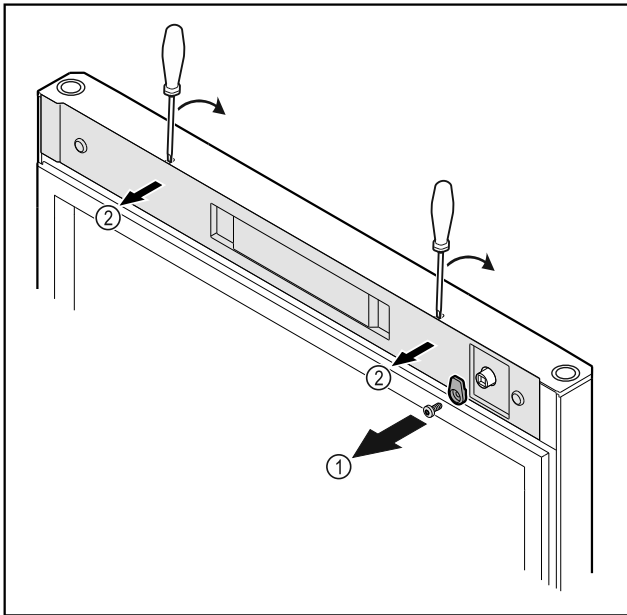

Fig. 52
- ▶ Noskrūvējiet slēgšanas āķi Fig. 52 (1).
- ▶ Atbrīvojiet un noņemiet pārsegu Fig. 52 (2) ar mazu skrūvgriezi.